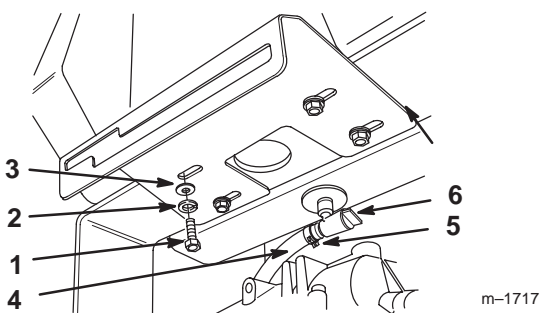

Figure 4
2. Fixez le panneau de commande et le réservoir de carburant au bâti arrière à l'aide de 4 boulons (5/16 x 7/8"), 4 rondelles-freins (5/16") et des rondelles (Fig. 4).
3. Enfilez le collier sur la conduite d'alimentation (Fig. 4). Poussez la conduite d'alimentation sur le raccord du réservoir de carburant et fixez-la en place avec le collier (Fig. 4).